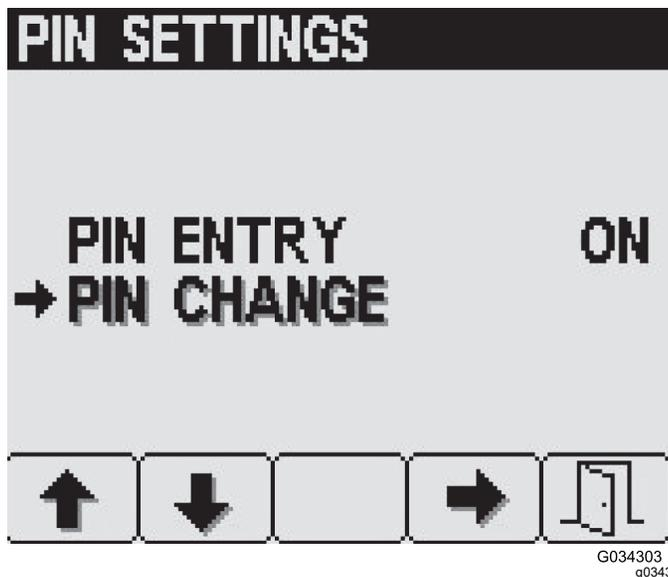

Figura 26
1. Pulse el botón 1 o el botón 2 para seleccionar la opción CAMBIAR PIN (Figura 26).
- Pulse el botón 4 para seleccionar la opción CAMBIAR PIN (Figura 26).